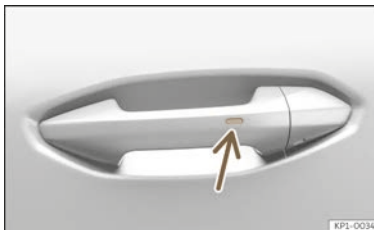

Abb. 89 Vordertürgriffe: Sensorflächen (Fahrzeuge mit Keyless Access).
- **ODER:** mit dem Keyless Access-System (nur Schließen): Halten Sie einige Sekunden lang einen Finger über die Sensorfläche zur Verriegelung >>> (Abb. 89) (Pfeil) am Vordertürgriff halten, damit die Fenster und das Dach geschlossen werden. Sobald Sie die Sensorfläche nicht mehr berühren, wird die Schließfunktion unterbrochen.
Halten Sie einige Sekunden lang einen Finger über die Sensorfläche zur Verriegelung >>> (Abb. 89) (Pfeil) am Vordertürgriff, damit das Dach geschlossen wird. Sobald Sie die